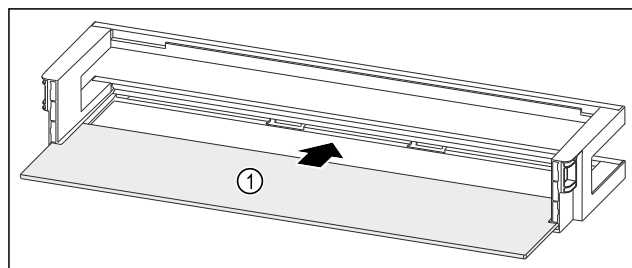

Fig. 224 Rafti i derës me raft mbajtës
- Futni raftin mbajtës Fig. 224 (1) në fole të anësore.